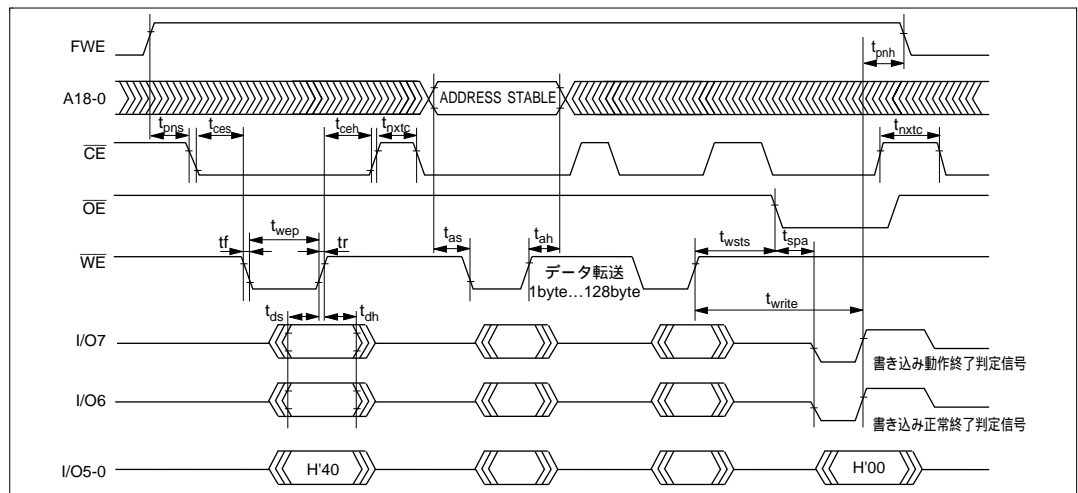

図 21.25 自動書き込みモードのタイミング波形
- (1) 自動書き込みモードでは、128 バイト同時書き込みを行います。これは、バイトデータを 128 回連続で転送してください。
- (2) 128 バイト以下の書き込みでも 128 バイトのデータ転送を行う必要があります。必要ないアドレスへのメモリ書き込みは、データを HFF にして書き込みを行う必要があります。
- (3) 転送するアドレスの下位 7 ビットは、ロー状態にしてください。有効アドレス以外を入力した場合は、メモリ書き込み動作に移行しますが、書き込みエラーとなります。
- (4) メモリアドレスの転送は、第 2 サイクルで行います (図 21.25)。第 3 サイクル以降では転送しないでください。
- (5) 書き込み動作中は、コマンド書き込みを行わないでください。
- (6) 書き込みは、各アドレスの 128 バイト単位のブロックに対して、1 回の自動書き込みで行ってください。既に書き込まれたアドレスブロックへの 2 回以上の追加書き込みは行えません。
- (7) 自動書き込み正常終了の確認には、I/O6 を調べることにより行います。または、ステータス読み出しモードを使用しても確認することができます (I/O7 番のステータスポーリングは、自動書き込み動作終了判定用端子です)。
- (8) ステータスポーリングの I/O6、I/O7 端子情報は、次のコマンド書き込みまで保持されます。次のコマンド書き込みが行われてなければ、 \overline{CE} 、 \overline{OE} をイネーブルにすることにより読み出し可能となります。